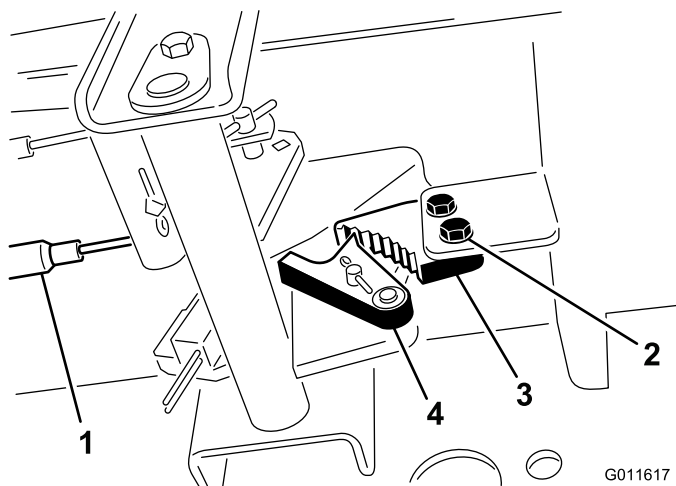

Рисунок 71
- Ослабьте два винта крепления защелки стояночного тормоза к раме (Рисунок 71).
- Нажимайте педаль тормоза вперед, пока углубление тормоза не войдет полностью в зацепление с защелкой тормоза (Рисунок 71).